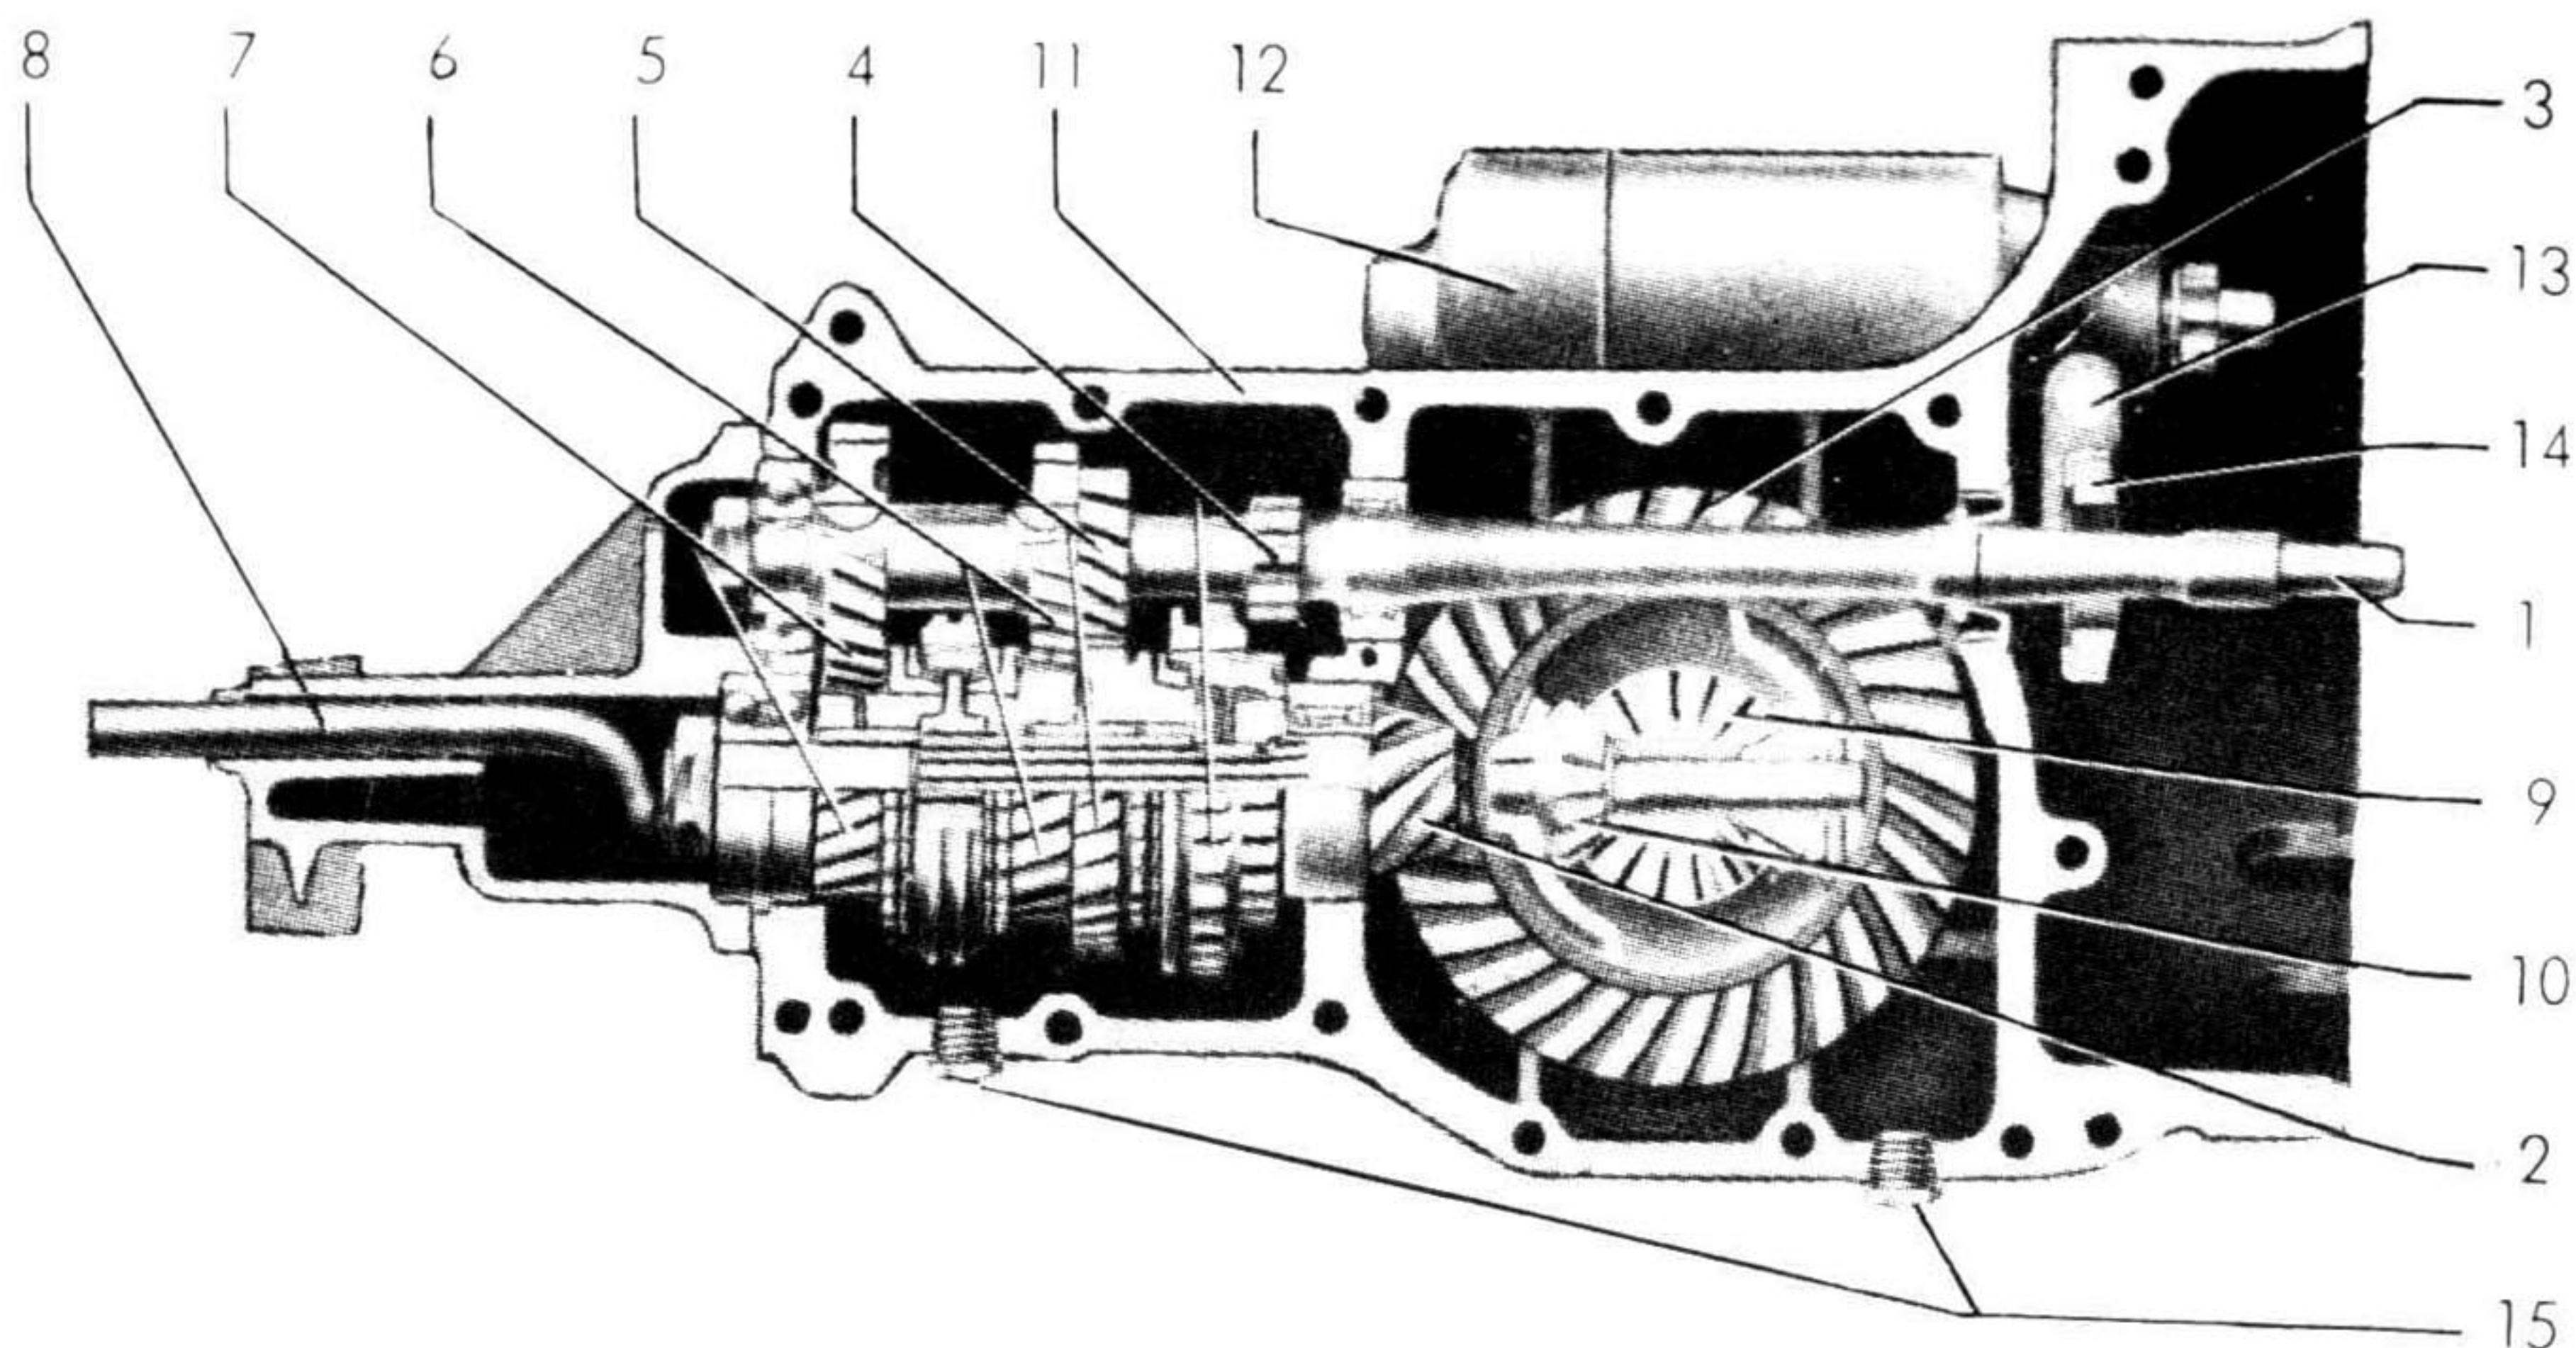

Fig. 1-J — Corte longitudinal da caixa de mudanças e diferencial
A caixa em si se compõe da árvore primária, com suas engrenagens, e a árvore secundária com engrenagens e sincronizadores, ambas apoiadas em rolamentos como se vê na fig. 1-J. As figs. 6 e 7-J mostram essas peças desmontadas. O pinhão do diferencial faz parte integrante da árvore secundária.
As semi-árvores são protegidas por dois tubos (“trombetas”) e possuem ainda duas sanfonas de borracha para evitar o vazamento de óleo (4, fig. 1-M, pág. 178). Na extremidade da roda, a semi-árvore se apoia em um rolamento nos sedans e 2 nos utilitários, encerrados em uma pequena carcaça e bem protegidos contra o pó por vedadores e centralizados por buchas de metal macio.
A fig. 1-M (pág. 178) mostra essas peças destacadas.
— A fig. 1-M mostra a seqüência das peças que devem ser retiradas: o retentor do rolamento (28), prêsa pelos parafusos (31) e o vedador (29). (V. pág. 178)
— Se o objetivo é a retirada do rolamento, então retira-se também o prato do freio e pode-se então retirar o espaçador externo (27), as juntas e arruelas (24, 25 e 26), nos sedans. (Fig. 1-M, pág. 178).